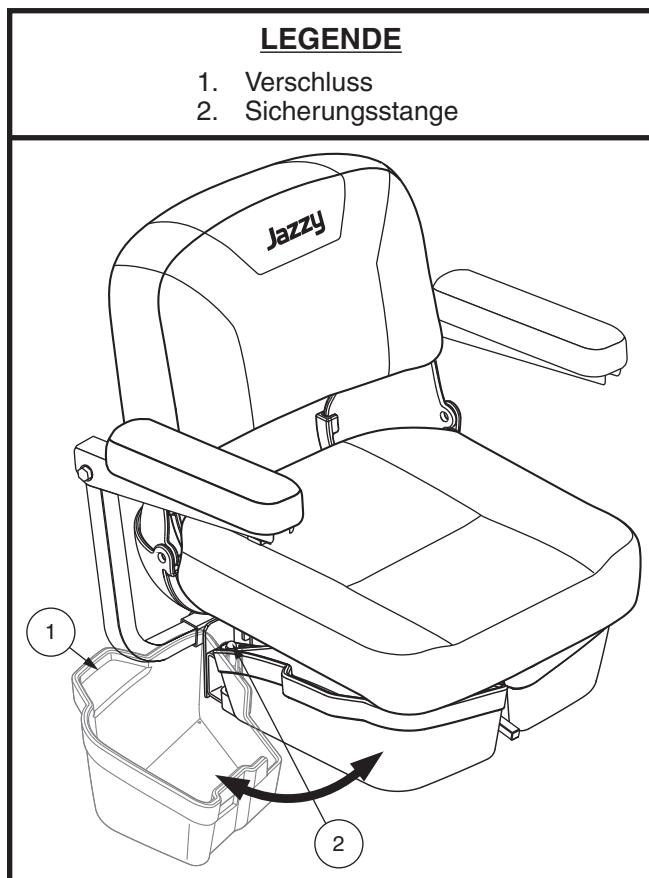

Abb. 27. Stauraum unter dem Sitz
1. Den Verschluss an der Seite des Untersitz-Staufachs (**siehe Abb. 27**) leicht nach oben heben und das Staufach aus dem Elektromobil herausschwenken.
1. Den Verschluss an der Seite des Untersitz-Staufachs (**siehe Abb. 27**) leicht nach oben heben und das Staufach aus dem Elektromobil herausschwenken, bis es vollständig geöffnet ist.
2. Falls vorhanden, entfernen die Stauraum unter dem Sitz. **Siehe Abb. 27.**
7. Falls vorhanden, installieren die Stauraum unter dem Sitz. **Siehe Abb. 27.**